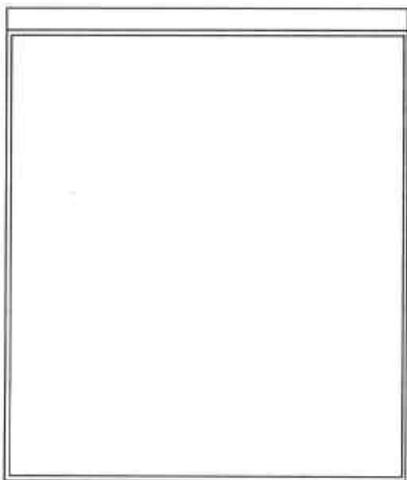

图7-69 绘制床靠背图形
Step03 执行“矩形”命令，绘制一个长 1500、宽 100 的长方形，作为床靠背图形，如图 7-69 所示。